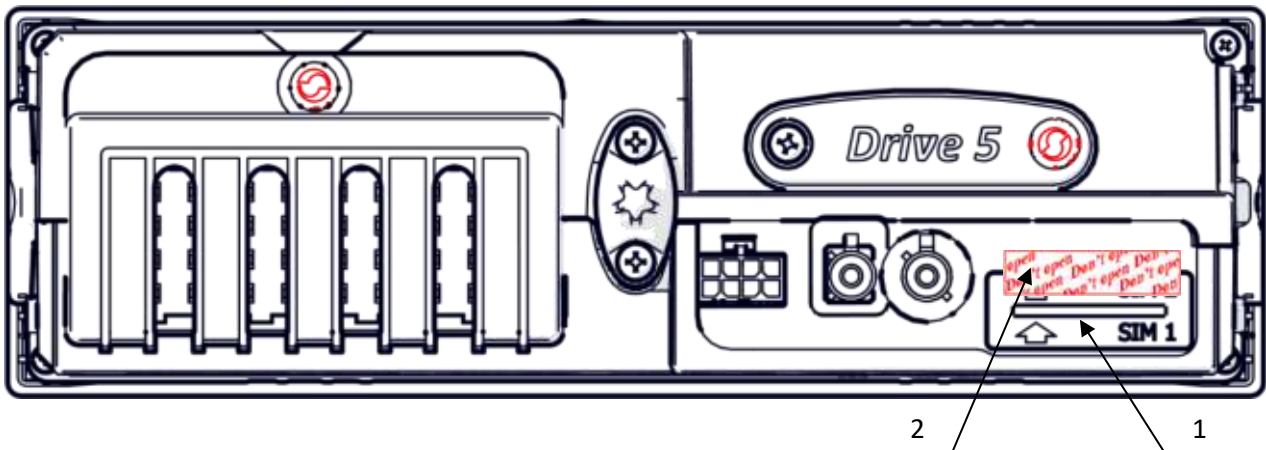

Рисунок 20. Разъем SIM карт
После установки SIM-карт, разъемы закрываются крышкой (1), которая опломбируется с помощью гарантийной наклейки, аналогичной наклейке для пломбировки разъема GSM антенны (см. Рисунок 20).